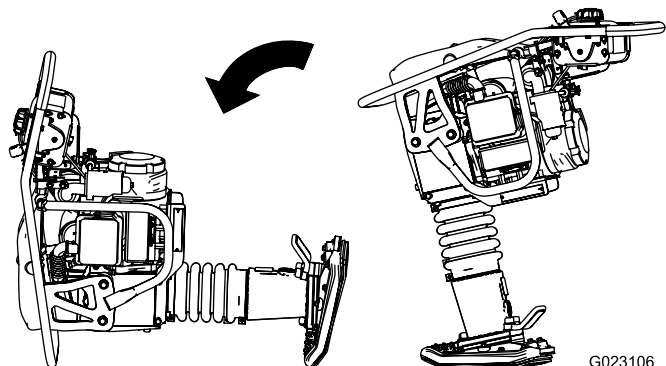

Figure 12
3. Positionnez soigneusement la machine comme montré à la Figure 12, et arrimez-la avec des sangles ou des chaînes pour l'empêcher de bouger ou de se renverser.